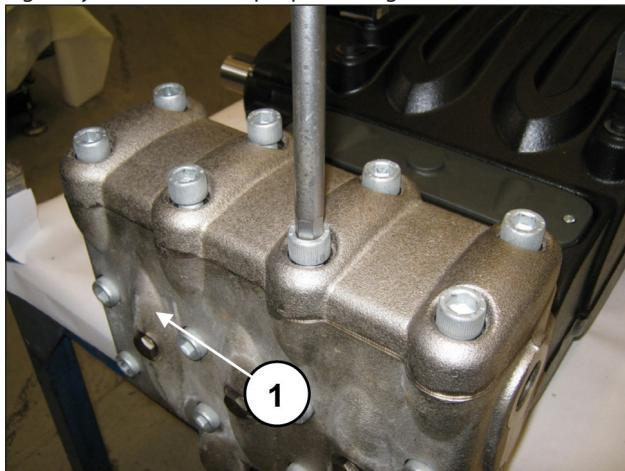
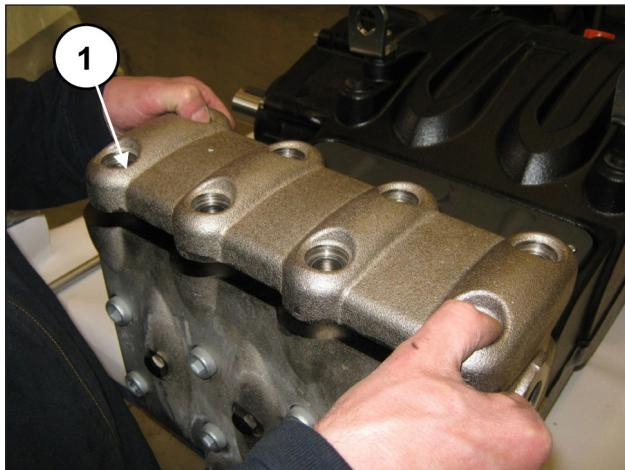

Fig. 94
Fig. 95
Aflojar los 8 tornillos M16x55 de la tapa de válvulas (pos. ①, Fig. 94) y desmontar la tapa (pos. ①, Fig. 95).